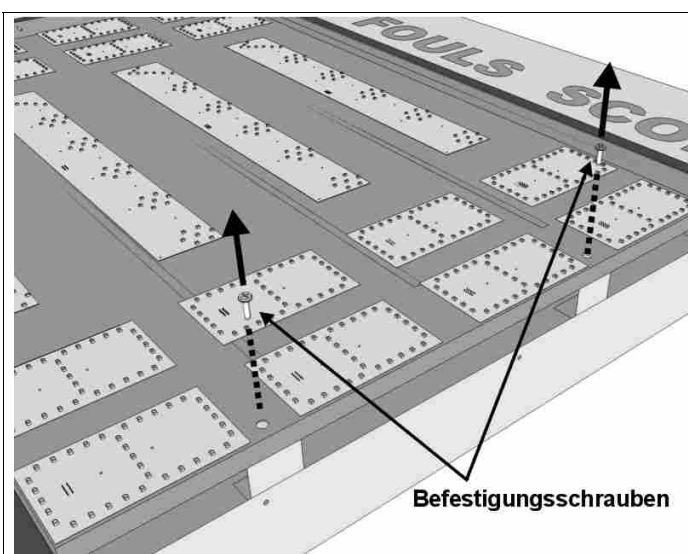

Abb. 16: Befestigungsschrauben der LED-Platinen Halterung
4. Mit einem Kreuzschraubenzieher die beiden, auf der rechten Seite der Metallhalterung der LED-Platinen befindlichen Befestigungsschrauben abschrauben (Abb. 16).